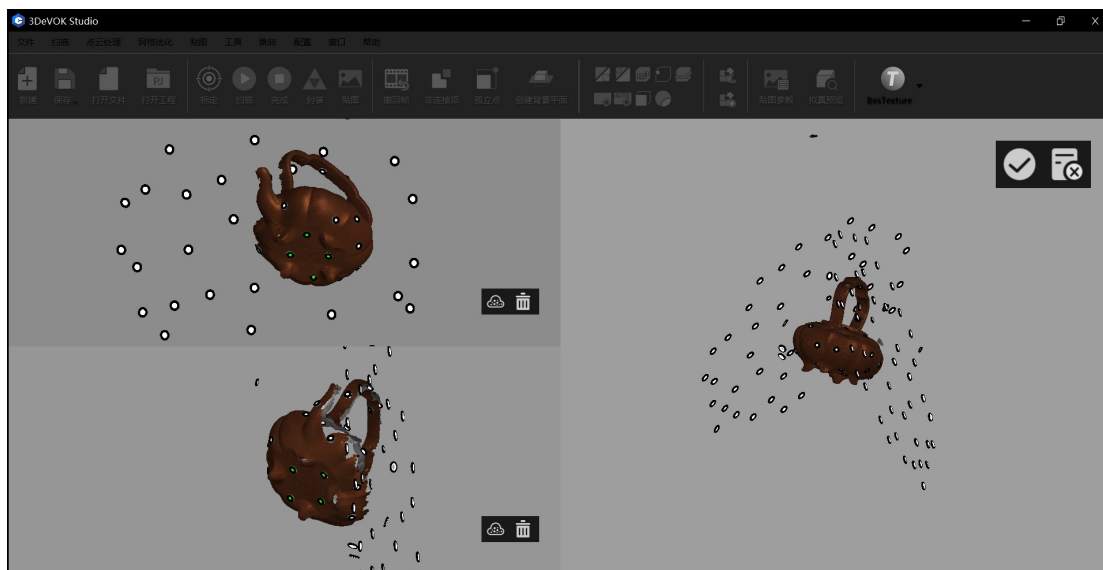

图 9-7 标记点拼接示意图
4. 单击鼠标左键圈选，选中至少四个共同标记点，如图 9-7 所示；